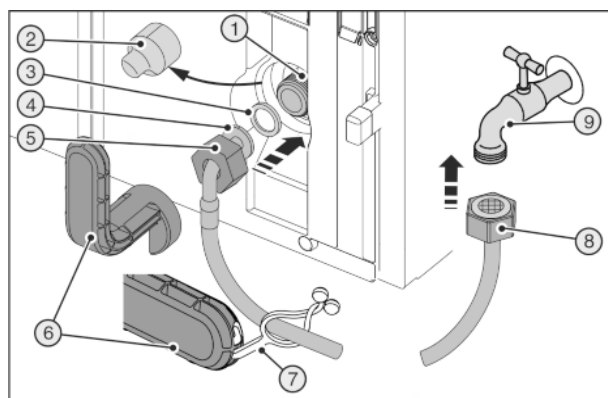
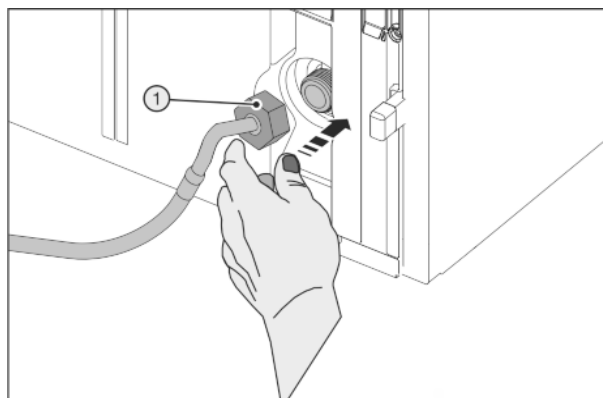

Fig. 45
Fig. 46
Сломанный вспомогательный инструмент Fig. 45 (6)!
- ▶ Вспомогательный инструмент Fig. 45 (6) использовать только при комнатной температуре.
- ▶ Снять крышку Fig. 45 (2).
- ▶ Облегченный монтаж: Выложить прямой конец шланга Fig. 45 (8) влево на землю.
- ▶ До конца сдвинуть гайку Fig. 45 (5) через конец шланга в виде угла Fig. 45 (4) и удерживать.
- ▶ Смочить уплотнение Fig. 45 (3) и вдавить в гайку Fig. 45 (5).
- ▶ Уплотнение Fig. 45 (3) прилегает и слегка поддерживается.
- ▶ Осторожно одеть гайку Fig. 46 (1) и накрутить на резьбу двумя пальцами до обеспечения надежной посадки.
- ▶ Затяните гайку Fig. 46 (1) с помощью вспомогательного инструмента Fig. 45 (6) по часовой стрелке, пока не будет достигнут максимальный момент затяжки и вспомогательный инструмент Fig. 45 (6) начнет прокручиваться.
- ▶ Навинтить гайку Fig. 45 (8) на запорный кран Fig. 45 (9).
- ▶ Затяните гайку Fig. 45 (8) с помощью вспомогательного инструмента Fig. 45 (6) по часовой стрелке, пока не будет достигнут максимальный момент затяжки и вспомогательный инструмент Fig. 45 (6) начнет прокручиваться.
- ▶ Откройте запорный кран Fig. 45 (9) системы подвода воды и проверьте герметичность всей водяной системы.
- ▶ Зацепить накладку Fig. 45 (7) в вспомогательном инструменте Fig. 45 (6) и для хранения закрепить на шланге из высококачественной стали.